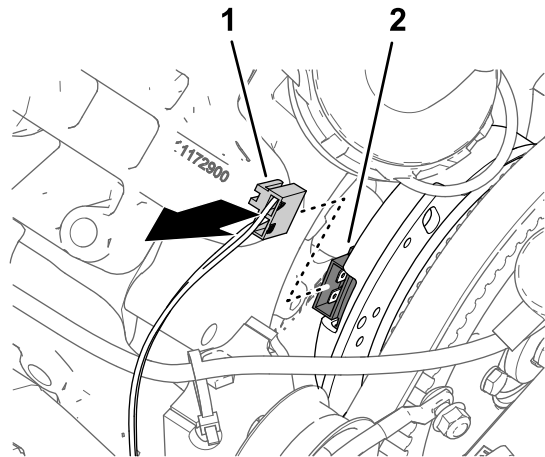

図 165
- 車両用ワイヤハーネスのうち、SPRAY PUMP COIL というラベルのついた 2 ソケットコネクタを、オルタネータの 2 ピンコネクタから外す 図 165。